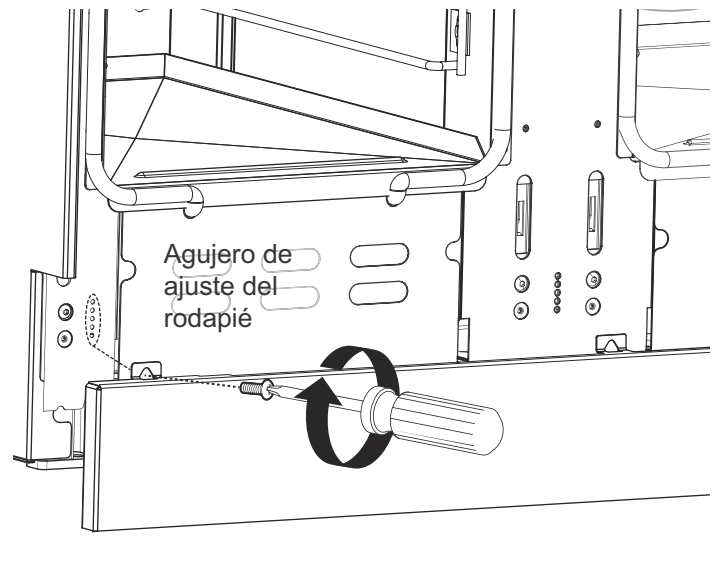

Figura 27: Ajuste del rodapié
3. Coloque el rodapié en una de las cinco posiciones de los agujeros para los tornillos, como se ve en la *Figura 27*. Reinstale los tornillos Torx.